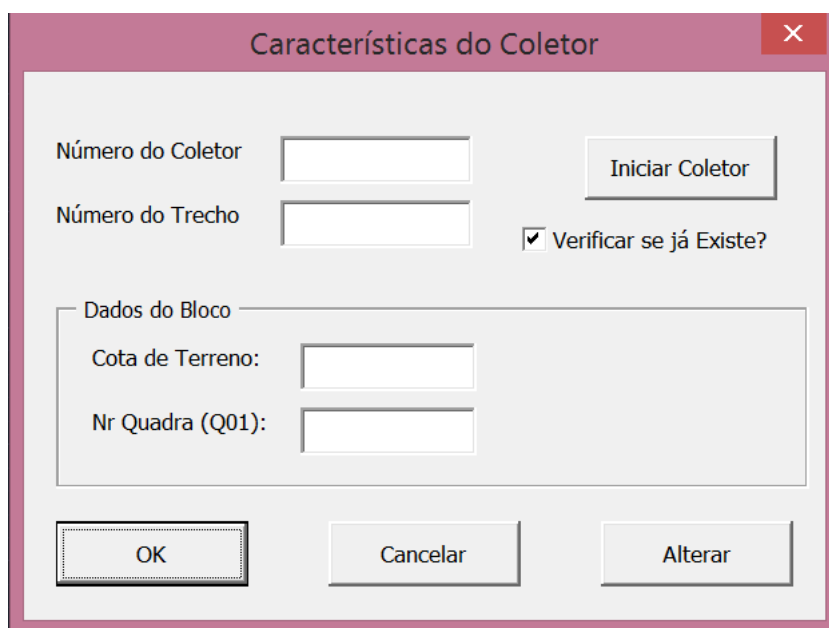

Figura 16 – Menu de traçado da rede
- Uma seção onde o usuário pode projetar o traçado da rede através da inserção de órgãos acessórios e tubulações, conforme Figura 16.
A opção “Traçado da Rede Coletora” habilita o usuário a iniciar o traçado da rede. Depois de clicar nesta opção será aberta outra janela (mostrada no Capítulo 5.1.1 na Figura 16) onde se deve alimentar o Número do Coletor, Número do Trecho, Cota do Terreno (opcional: pode ser alimentado no Excel) e Numeração das quadras que contribuem para o coletor. Caso exista mais de uma quadra, área ou unidade de contribuição singular alimentando um órgão acessório, a identificação de